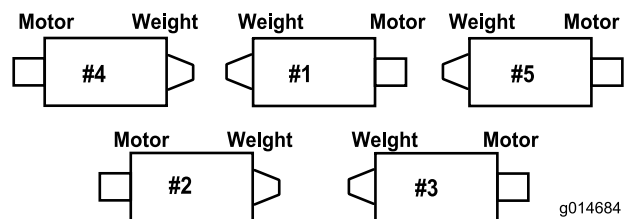
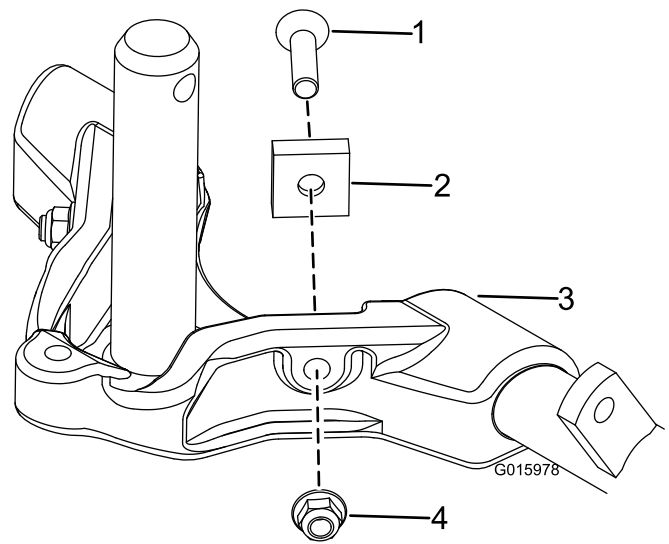

Figura 11
Figura 13
6. Apenas nas unidades de corte de 68 cm, aumente a marcha das unidades de corte traseiras removendo os (2) espaçadores da articulação, parafusos de cabeça sextavada e porcas flangeadas (Figura 13) das estruturas de suporte da unidade de corte (Figura 11).